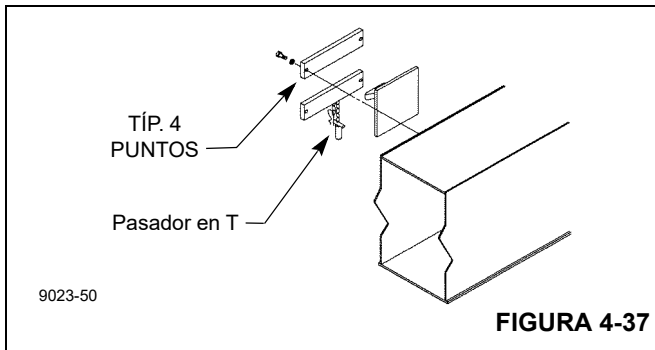

FIGURA 4-37
2. Fije el conjunto del gancho con pernos, pero sin apretarlos, al costado de la primera sección de la pluma (Figura 4-37).